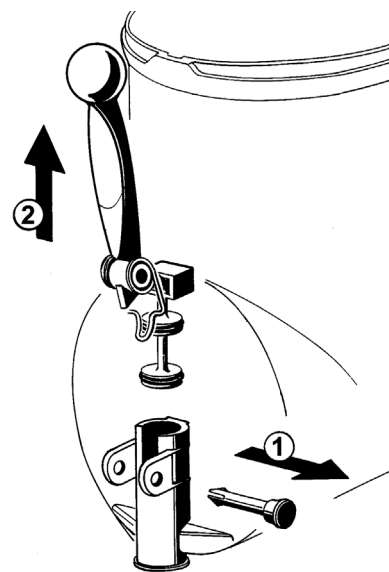

figura 12
5 Rimuovere il rubinetto sfilandolo e tirando la leva verso l'alto (vedere figura 12).
- 3 Riasssemblare il rubinetto sul contenitore con sequenza inversa rispetto a quanto fatto per lo smontaggio (vedere figura 12).